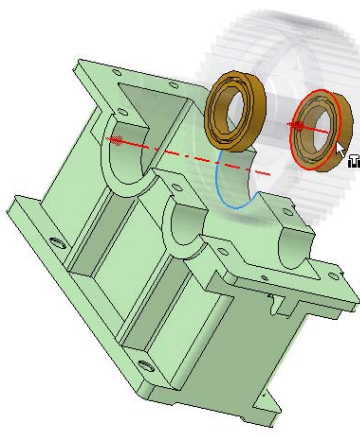

图 10-23 插入约束示意图
②单击【装配】标签栏【位置】面板上的【约束】工具按钮, 打开【放置约束】对话框, 装配类型选择为【插入】选项, 选择一个轴承的内侧表面和对应的轴承孔的内侧表面, 如图 10-23 所示(有箭头符号垂直于该表面), 偏移量设置为零, 方式选择为【对齐】即可。单击【确定】按钮完成传动轴的装配。